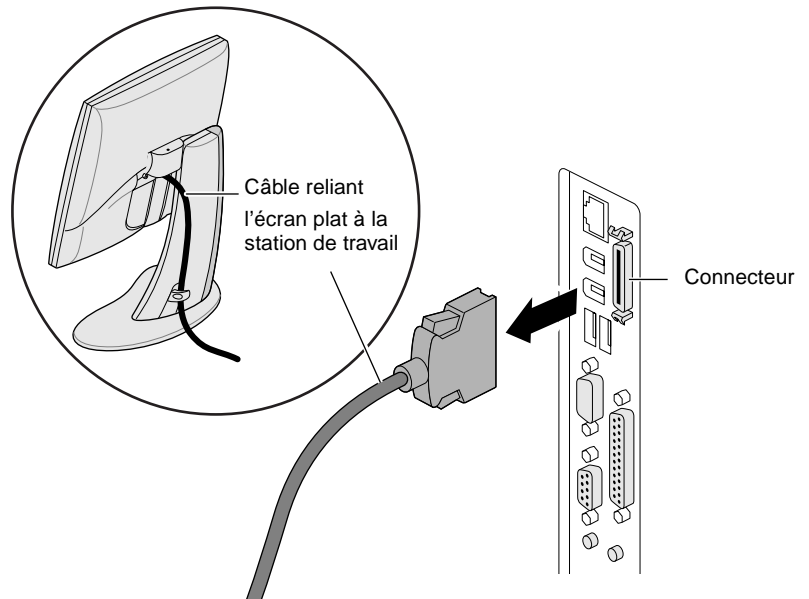

Figure 5-11 Déconnexion du câble reliant l'écran plat à la station de travail
6. Déconnectez le câble de l'écran plat de l'arrière de la station de travail graphique Silicon Graphics 540 (voir Figure 5-11).